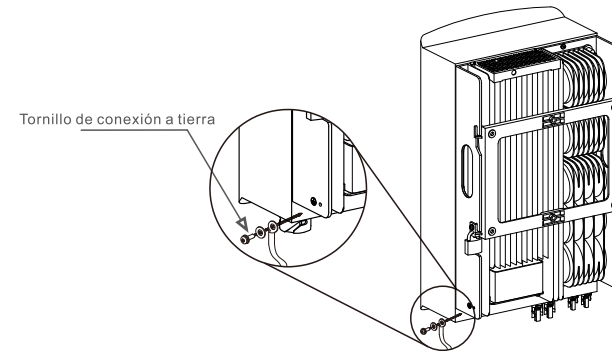

Figura 5.10 Cable fijo
- 6) Conecte el cable de conexión a tierra al punto de conexión a tierra del disipador de calor y apriete el tornillo de conexión a tierra con un par de 3Nm (véase la figura 5.10).